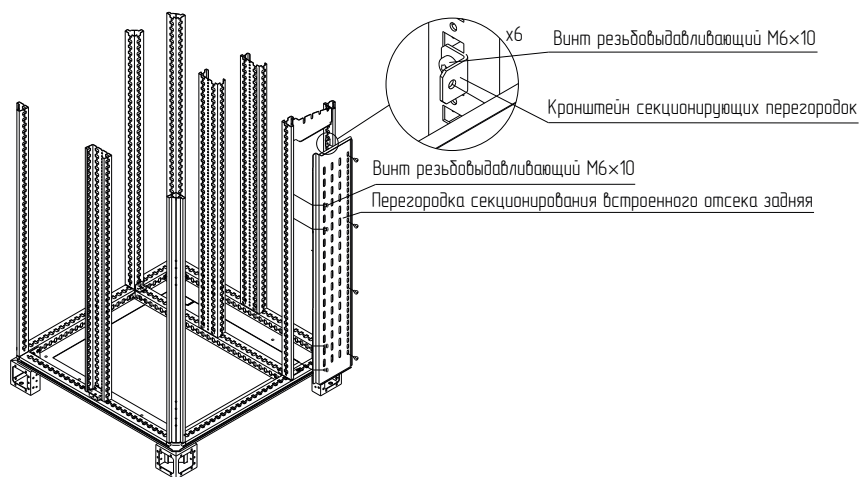

Рисунок 137
4.45.4 Закрепить перегородку секционирования встроенного отсека заднюю на кронштейнах секционирующих перегородок и профиле вертикальном встроенного отсека винтами M6×10 (рисунок 137). Момент затяжки – 7 Н·м.